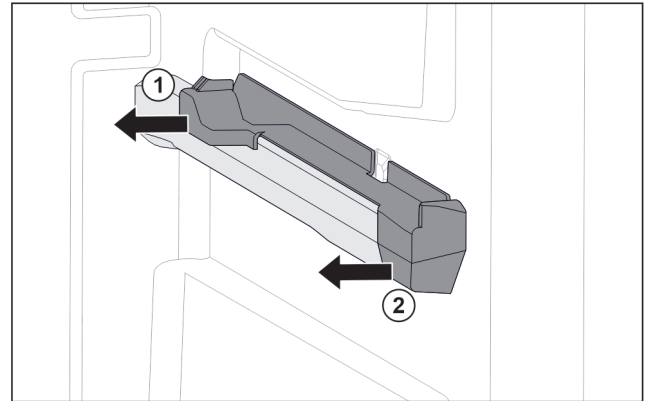

Fig. 73 Elemento inseribile sulla nervatura destra del contenitore
- Estrarre l'elemento inseribile dal lato posteriore di lato. Fig. 73 (1)
- Estrarre l'elemento inseribile dal lato anteriore di lato. Fig. 73 (2)